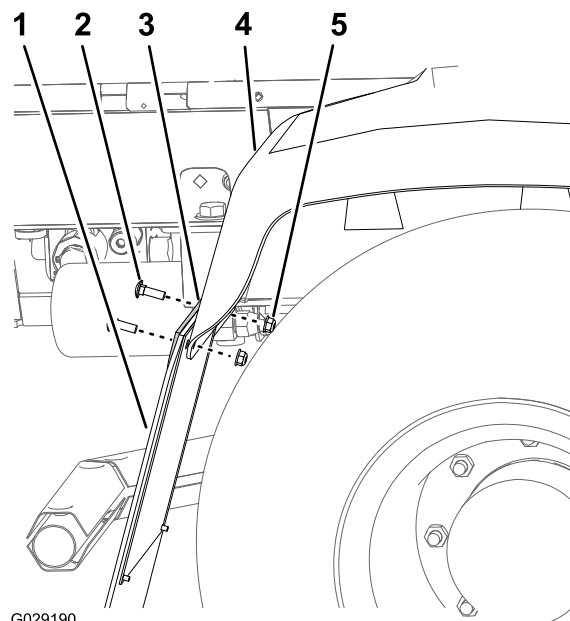

图5
2. 拆下将防溅罩固定至后挡泥板支架和右后挡泥板上的 2 个车身螺栓和 2 个凸缘锁紧螺母 (图5)。